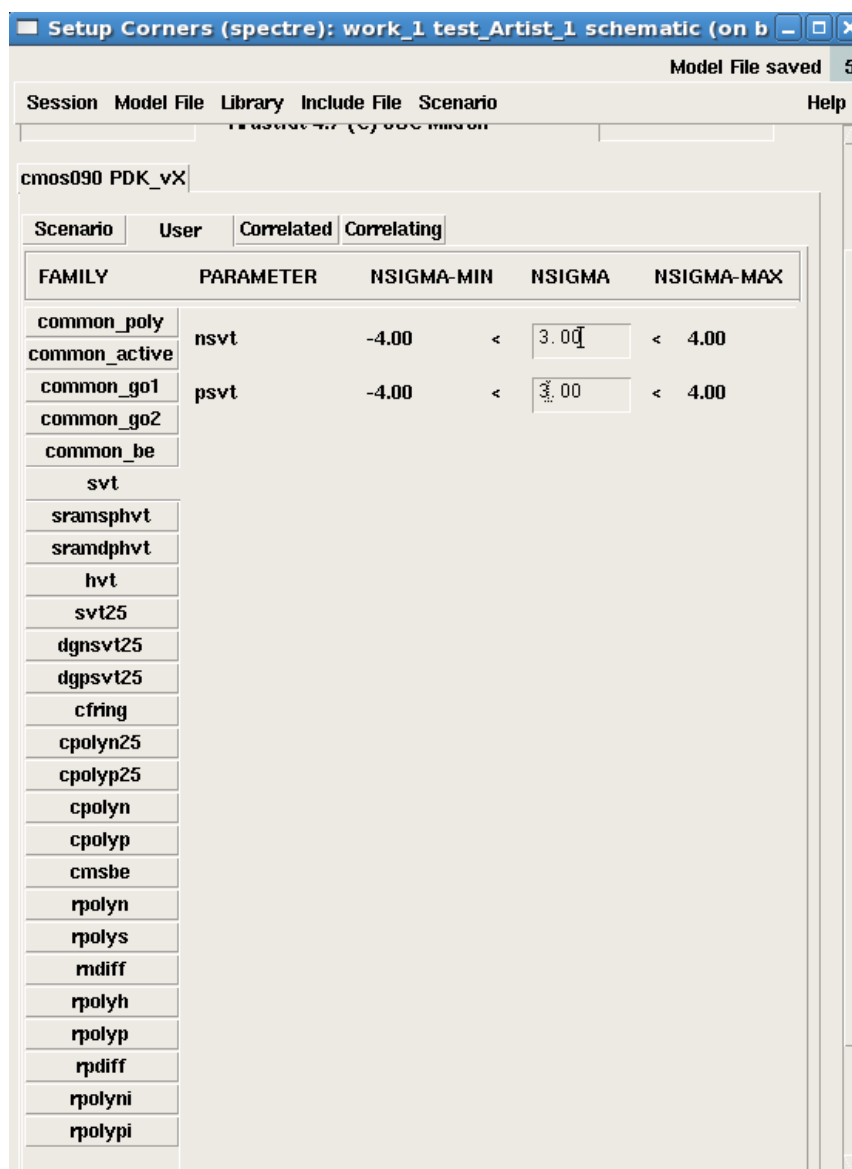

Рис. 2.6 Вкладка User.
- Во вкладке *User* (рис. 2.6), для каждого компонента *FAMILY* существуют параметры процесса, которые могут меняться для создания специальных случаев моделирования углов, определяемых пользователем.
Все семейства (*FAMILY*) и приборы (*DEVICES*) отображены с левой стороны окна. Выбрав необходимое семейство (например, svt на рис. 2.6) вы имеете возможность редактировать значение параметра отклонения *NSIGMA*. Также отображаются минимальное (*NSIGMA-MIN*) и максимальное (*NSIGMA-MAX*) значения отклонения (*NSIGMA*).